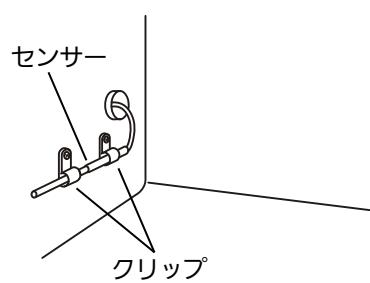

図8
7. 記録計取付金具(MPR-S7)に同梱されているクリップを用いて、フリーザー用の自記温度記録計のセンサーをフリーザー左側面の取付孔に固定してください【図8】。